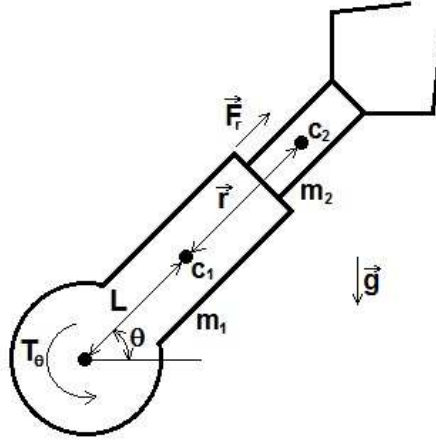

Figura 1: Manipulador robótico rotacional-translacional bidimensional.
4) Na figura 1 temos o esquema de um manipulador robótico rotacional-translacional bidimensional.